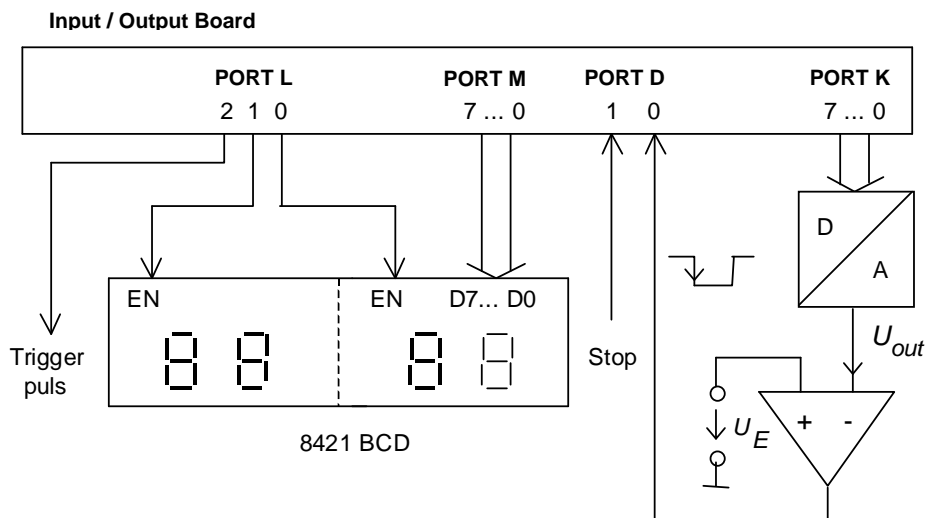

Bild 2 Schaltung
Das Übertragungsverhalten des externen D/A-Umsetzers ist in Tabelle 1 zu finden. Bild 2 zeigt die Schaltung. Der Triggerpuls erzeugt einen Flankenwechsel am Beginn eines Umsetzungszyklus und kann zur Triggerung des Oszilloskops verwendet werden.
Über Port K legt man dual ansteigende Eingangswerte an den D/A-Umsetzer (0000 0000, 0000 0001, ..., 1111 1111). Bild 2 zeigt die Schaltung. Der Umsetzer wandelt diese Werte gemäß Tabelle 1 in eine treppenförmige Ausgangsspannung  $U_{out}$ . Wenn  $U_{out}$  größer als die zu messende Eingangsspannung  $U_E$  wird, schaltet der Komparator. Der letzte digitale Eingangswert ist zur Eingangsspannung  $U_E$  proportional. Die gemessene Spannung ist dreistellig über die Ports L und M auszugeben. Hinweis: Wenn der Eingangswert des D/A-Umsetzers geändert wird, vergehen etwa  $30 \mu s$  bis das Ausgangssignal des Komparators stabil an PD(0) anliegt.
Über Port K in Bild 2 wird zuerst eine Dualzahl ausgegeben, bei der nur das MSB gesetzt ist (1000 0000). Ist die zugehörige Ausgangsspannung  $U_{out}$  kleiner als die Eingangsspannung  $U_E$ , schaltet der Komparator nicht. Andernfalls schaltet er den an PD(0) anliegenden Spannungspegel auf 0V. Auf diese Weise kann entschieden werden, ob das MSB gesetzt bleiben muss oder ob es wieder wegzunehmen ist. Das beschriebene Verfahren wird sinngemäß für alle anderen Bitstellen wiederholt. Man erhält als Ergebnis eine zur Eingangsspannung  $U_E$  proportionale Dualzahl. Die gemessene Spannung ist dreistellig über die Ports L und M auszugeben. Hinweis: Wenn der Eingangswert des D/A-Umsetzers geändert wird, vergehen etwa  $30 \mu s$  bis das Ausgangssignal des Komparators stabil an PD(0) anliegt.